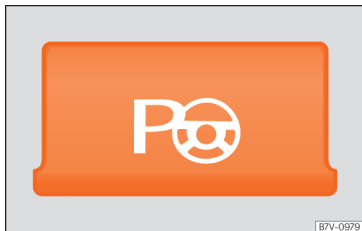

**Fig. 269** Detalle de la consola central: tecla para conectar manualmente el sistema de asistencia al volante para aparcar.
- **En aparcamientos paralelos a la calzada:** pulse la tecla  » fig. 269 tantas veces como sean necesarias hasta seleccionar el modo de aparcamiento deseado. Cuando la función está activa, se ilumina el testigo de la tecla.
• **En aparcamientos perpendiculares a la calzada:** pulse la tecla  » fig. 269 tantas veces como sean necesarias hasta seleccionar el modo de aparcamiento deseado. Cuando la función está activa, se ilumina el testigo de la tecla.
- Pulse la tecla . Cuando la función está activa, se ilumina el testigo de la tecla **»» fig. 269.**